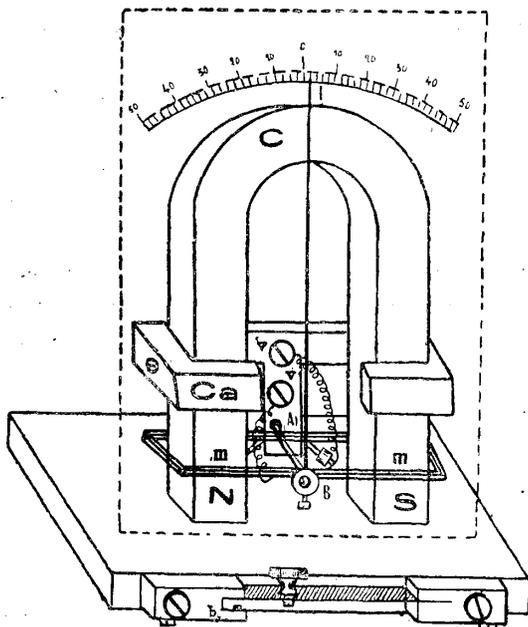

Fig. 68
**BUSSOLA O GALVANOMETRO.** — Per accertare l'esistenza della corrente nel circuito, negli Impianti Telegrafici delle Ferrovie si è usato per molto tempo un tipo di Bussola che funzionava come quella a 32 giri in uso nei Telegrafi dello Stato e già descritta a pag. 67. Attualmente però viene sostituita da un nuovo tipo che, dal nome del suo costruttore, si chiama « *Galvanometro a rocchetto mobile tipo Castelli* ». (Fig. 68).